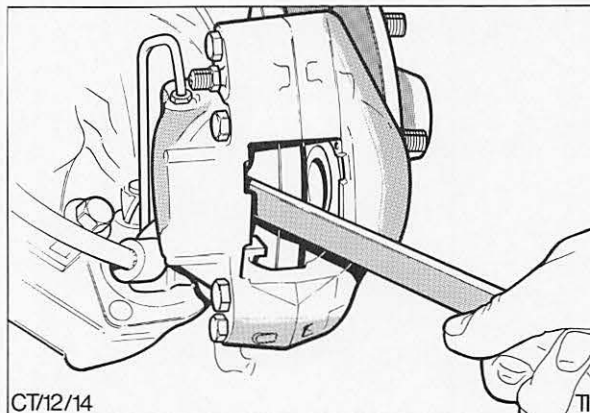

Abb. 26 Kolben mit Montierhebel in die Bremssattelbohrungen zurückdrücken
3. Um die neuen Bremsklötze einbauen zu können, Kolben mit der Rücksetzzange GE-2031 oder, wie in Abb. 26 gezeigt, mit einem flachen Montierhebel in die Bremssattelbohrungen zurückdrücken.